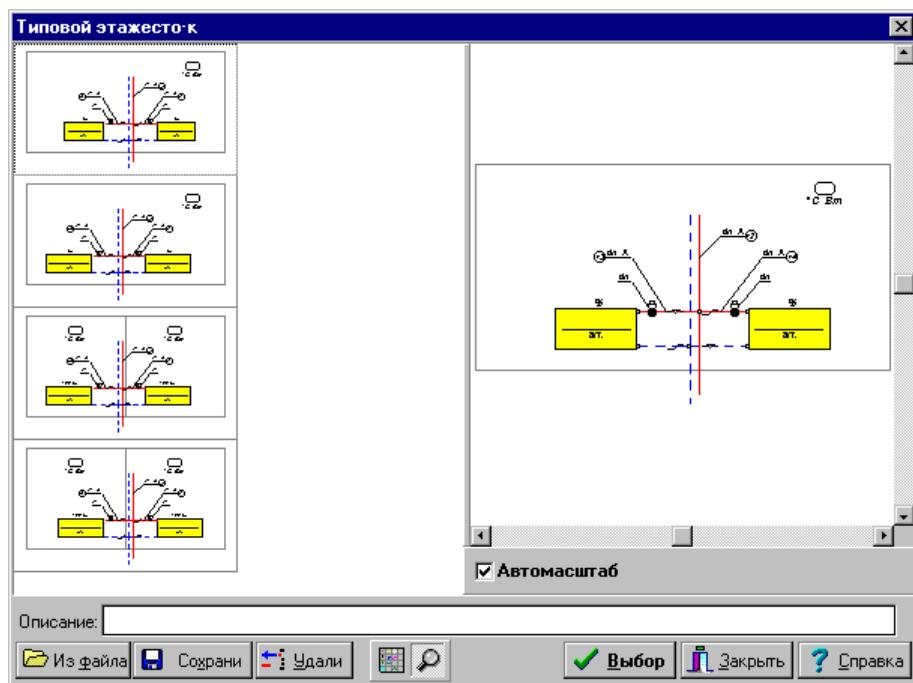

Рис. 5.30. Диалоговое окно с набором типовых этажестояков
3. в высвеченном диалоговом окне выбрать соответствующий блок (Рис. 5.30). После нажатия клавиши **OK** выбранный блок будет записан в буфер обмена, а курсор мыши